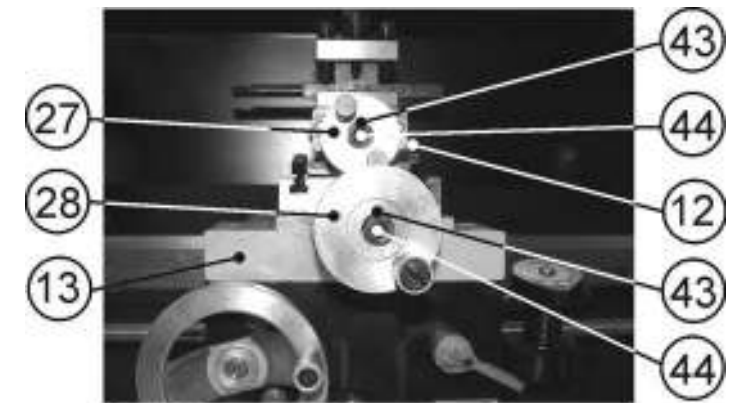

Рис.8
9.4.2. Регулировка перемещения ходового винта поперечного суппорта (13), Рис. 8, выполняется также, как и регулировка перемещения ходового винта поворотного суппорта (12) (См. п. 9.4.1).